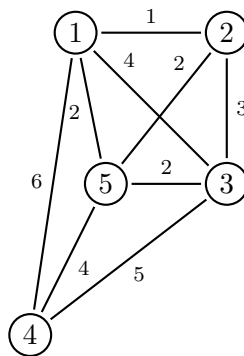

Figura 3.1: Grafo - Ejemplo 4
**Ejemplo 4** *Una pequeña escuela dispone de 5 computadores. La distancia entre cada equipo se muestra en la Figura 3.1. ¿Cuál es la longitud mínima de cable requerida para conectar todos los computadores ?*